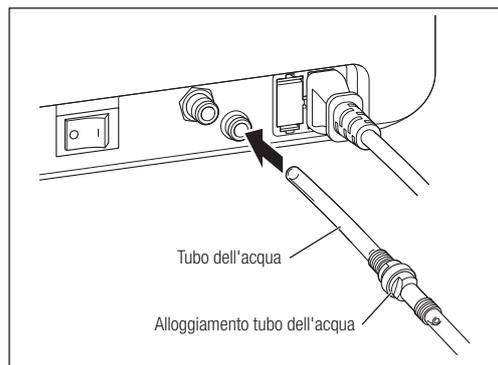

Fig. 10
- 1) Inserire completamente un'estremità del tubo dell'acqua (l'estremità con il filtro dell'acqua) nel relativo connettore (Fig. 10).